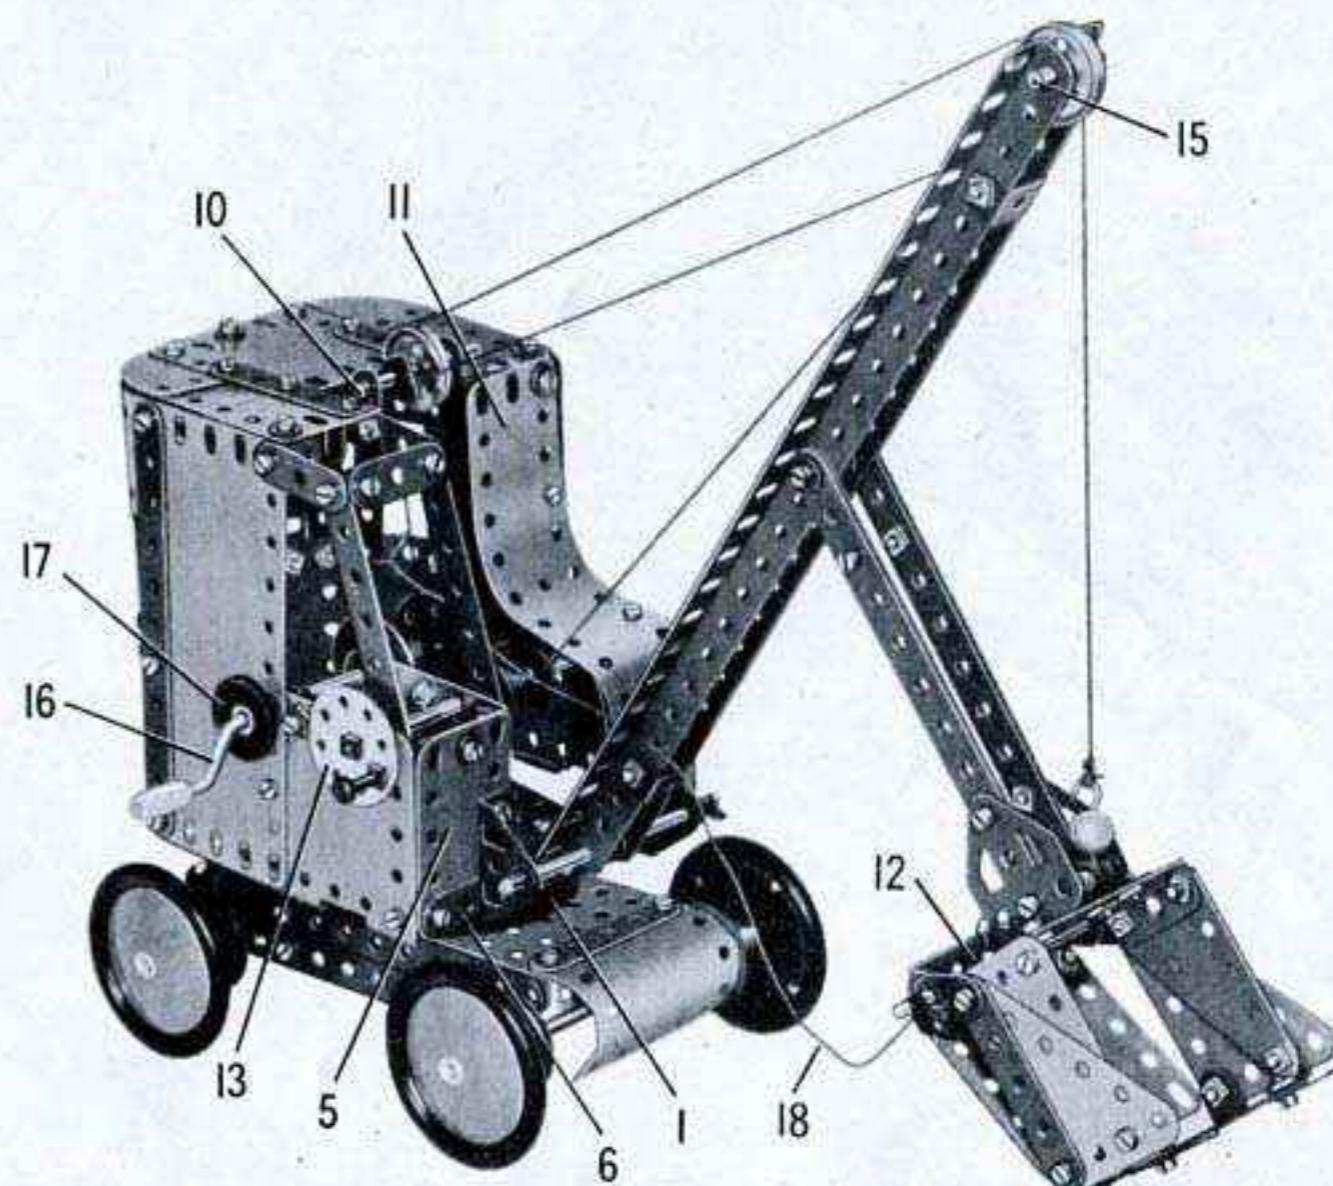

Fig. 5.12
Un disque de 35 mm. (13) (fig. 5.12) est fixé par un écrou sur une cheville filetée qui passe ensuite dans le côté de la cabine et qui porte un raccord de tringles. Une tringle de 9 cm. (14) passe dans la plaque flexible (8) et s'insère dans le raccord de tringles; une corde est attachée à la tringle entre les disques de 19 mm. comme le montre la figure. La corde passe autour d'une tringle de 2,5 cm. (15) tenue au sommet de la flèche par des clavettes, et elle est attachée à un petit crochet lesté. Ce crochet est boulonné sur une équerre fixée sur la pelle.